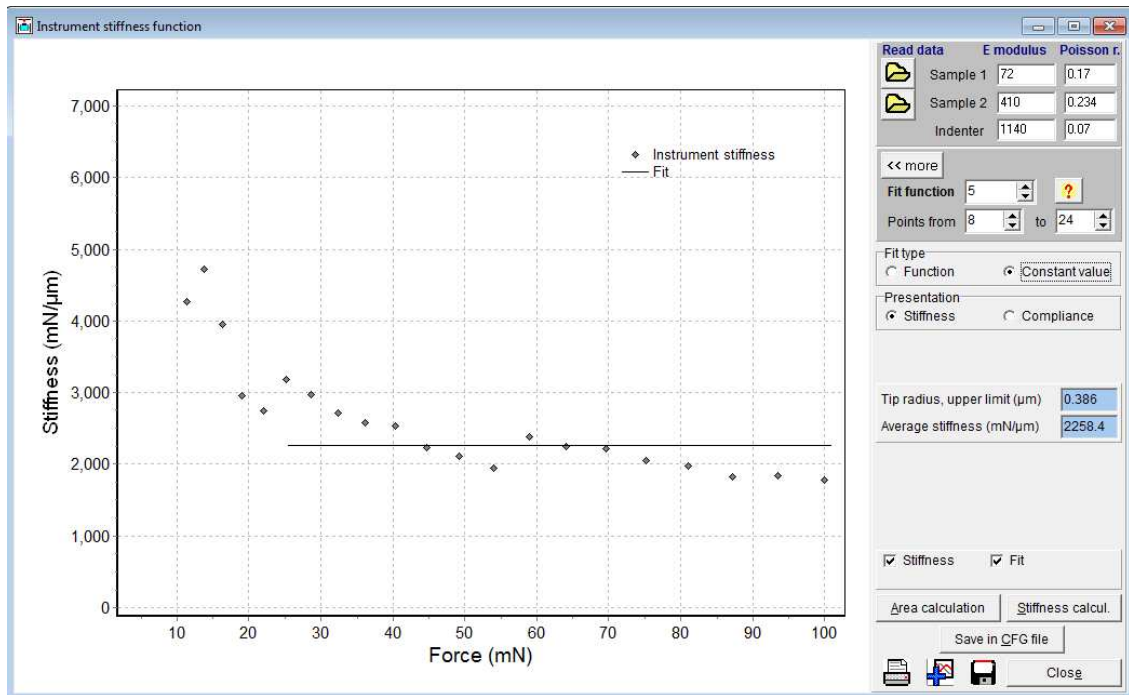

Abb. 110: Beispiel für die Beschreibung der Gerätesteife mit einem konstanten Wert.
**Fit type:** Dieses Auswahlfeld erscheint erst nach Berechnung der Steife-Funktion. Anstelle einer Funktion kann mit **Constant value** auch eine waagerechte Gerade durch die Steife-Punkte gelegt werden (siehe Abb. 110). Dies ist zu empfehlen, wenn die Steife-Punkte stark streuen oder wenn die Funktion nicht in eine waagerechte Gerade ausläuft. Dabei sollte der Wert **Points from** vergrößert werden damit vor allem die rechten Punkte für die größten Lasten berücksichtigt werden.
Daher kann es notwendig sein Schritt 3 (Export als AREA File) und 4 (Steifeberechnung) iterativ zwei- bis dreimal nacheinander durchzuführen, wenn die Steifefunktion stärker gekrümmt ist. In so einem Fall ist es am besten zunächst einen konstanten Steifwert (Fit type = constant value) wie in Abb. 110 zu verwenden, dann das AREA File zu erstellen und erst in der zweiten Iteration eine Funktion zuzulassen.